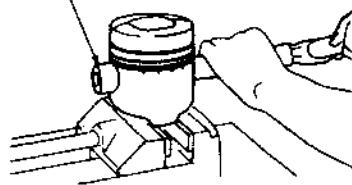

图 1.17 用铜棒打出活塞销
③ 拆卸静配合的销、轴、衬套时，应使用专用铳头，并可用铜棒将其打出，如图 1.17 所示，不可直接敲打工件。